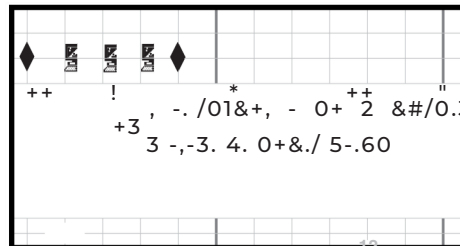

Abbildung 7-4. Beispiel für Mehrfach-Anmerkungen
*Manchmal erscheinen Anmerkungen in einem Sekundenabstand zu einander. Nehmen Sie hierzu das Beispiel in der Abbildung 7-4:*